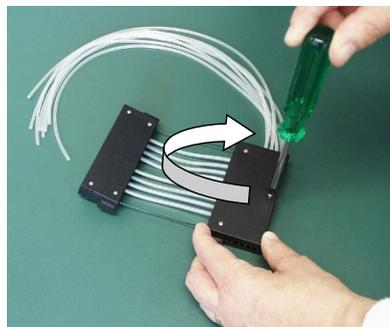

Abbildung 5-49. Befestigen der Abdeckungshalteschrauben
14. Ziehen Sie die drei Abdeckungshalteschrauben des Oberteils der Dispensierkassette fest, wobei die vordere Schraube nur leicht angezogen wird (Abbildung 5-49).